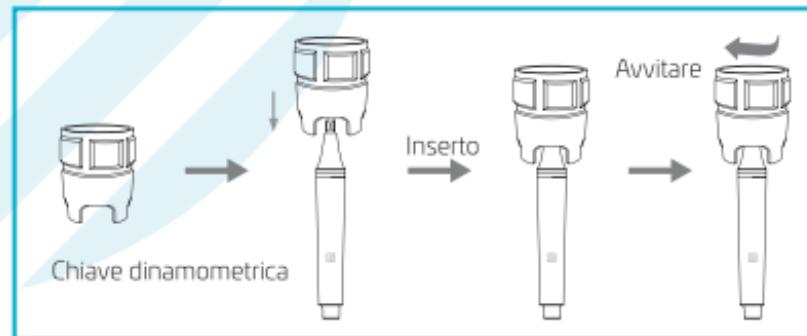

Figura 2
- Fissare l'inserto al manipolo con la chiave dinamometrica (**Figura 2**)